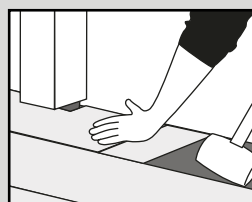

Fig. 7
8. Onder deurposten: Als de plank/tegel niet kan worden opgetild, gebruikt u een speciaal stootblok (of restant van het materiaal) en een rubberen hamer om de plank/tegel vlak op de vloer aan te tikken (Fig. 7).